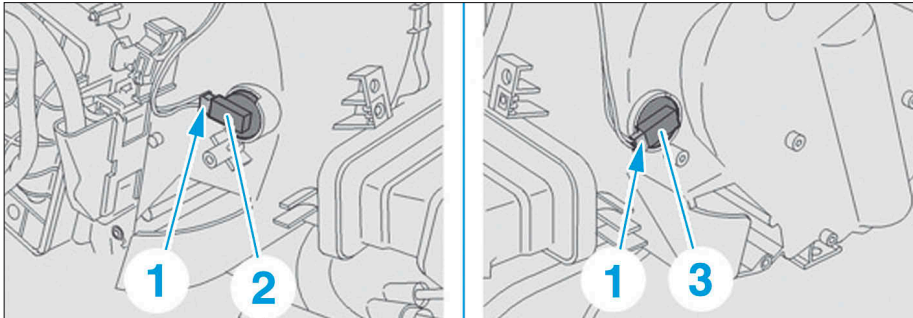

FIG. 37
- Débrancher les connecteurs (1) (Fig.37).
- Déverrouiller les sondes gauche (2) et droite (3) en les tournant d'un quart de tour dans le sens antihoraire.